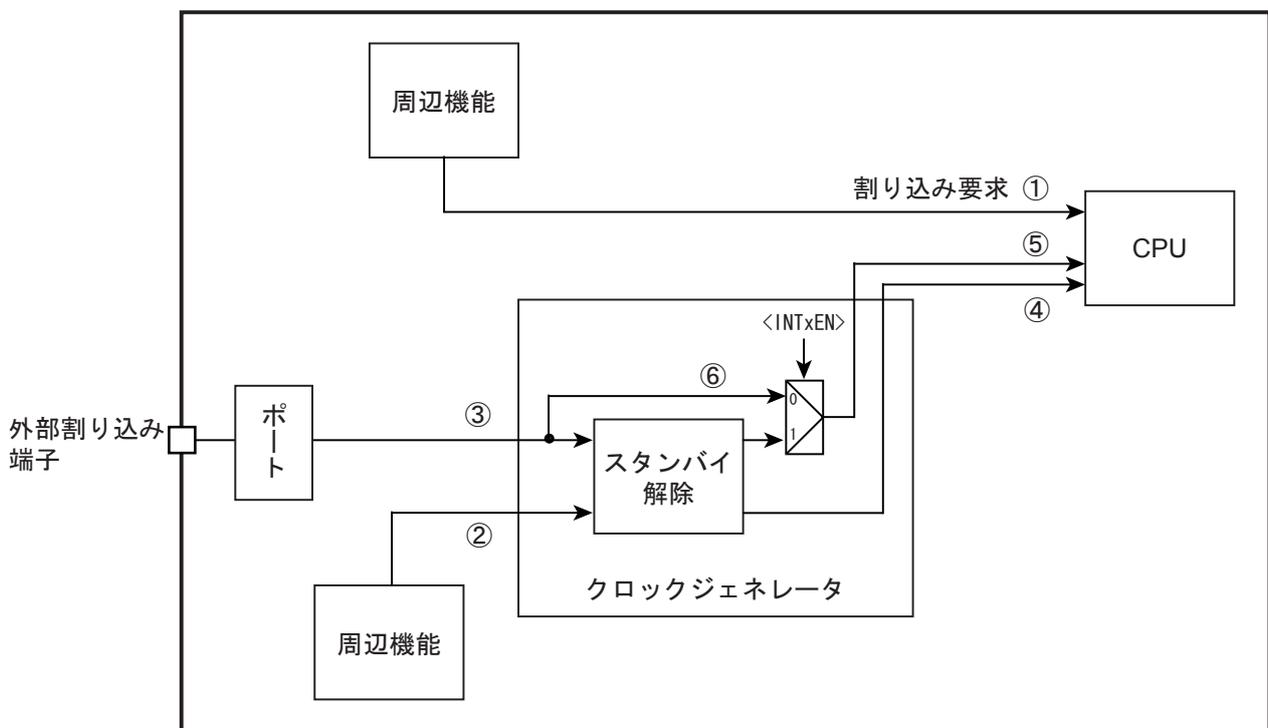

図 7-1 割り込みの経路
割り込み要求の経路を図 7-1 に示します。
外部割り込み端子からの入力信号は、入力ディセーブル( $PxIE < PxIE = "0"$ )の場合"High"となります。また、外部割り込みをスタンバイ解除要因として使用しない場合（「図 7-1 割り込みの経路」の⑥の経路）、外部割り込み端子からの入力信号がそのまま CPU に伝わります。CPU は"High"入力を割り込みとして認識しますので、入力ディセーブルのまま CPU で該当する割り込みを有効にすると割り込みが発生します。